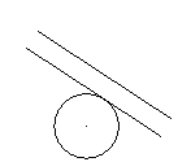

图 3.2.16 位置 1
- 按钮：用于调整平行直线的位置。此按钮有三种状态，分别为、和，它们对应的位置如图 3.2.16~图 3.2.18 所示。